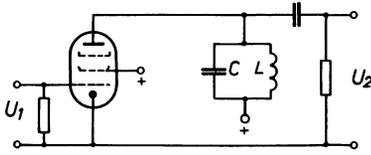

Fig. 8.01. Der Schwingkreis liegt direkt an der Anode und wirkt mit seinem vollen Resonanzwiderstand.
a) Sperrkreiskopplung (Fig. 8.01)